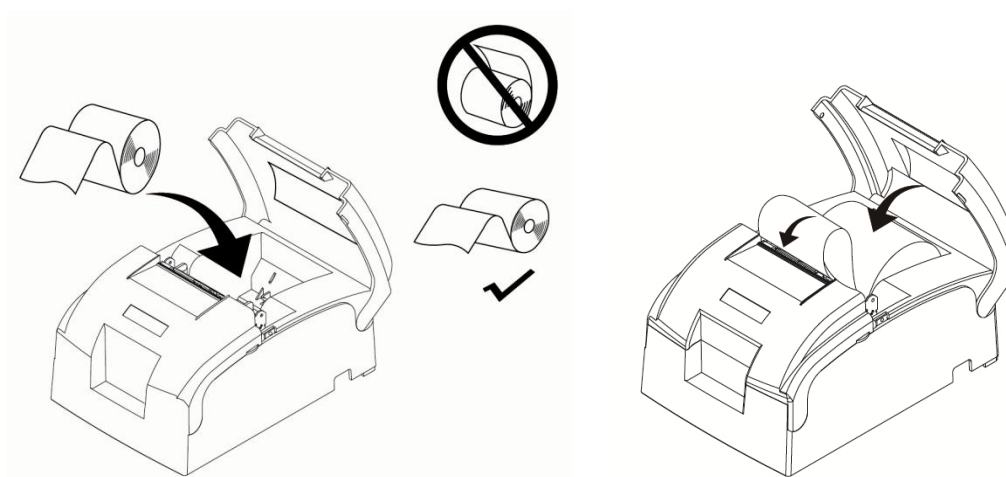

图 5
- 3) 将卷纸放入纸斗内，如下图5所示，看好纸的方向，并拉出一部分纸，插入导纸板最底部。